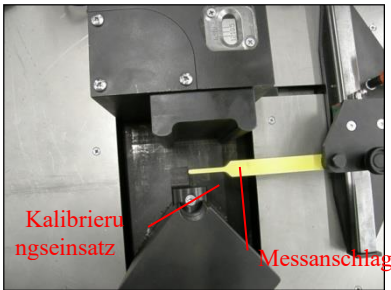
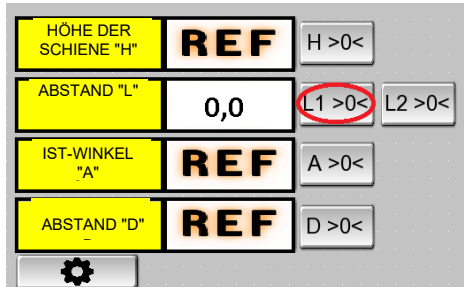

Abb. 53
Abb. 54
- Drücken Sie den Messanschlag gegen die Ebene des Kalibriereinsatzes (Abb. 53). Halten Sie den Anschlag an der Platte fest und drücken Sie die Taste L1 in Höhe des Fensters „ABSTAND "L" (Abb. 54)